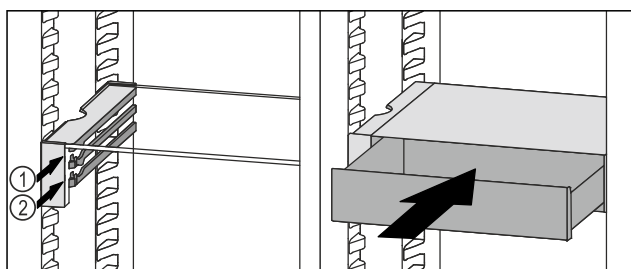

Fig. 125
- Założyć szufladę VarioSafe za stoperami na wybranych żebrach Fig. 125 (1) lub Fig. 125 (2).